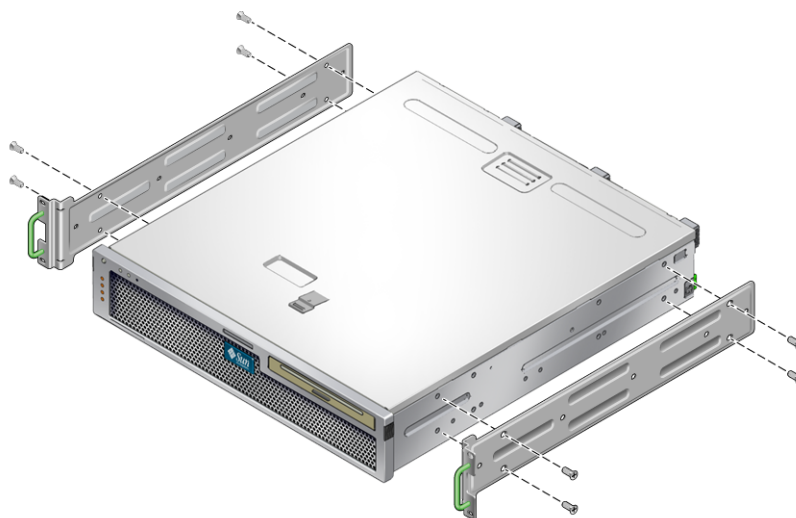

図 3-7 サーバーへのハードマウント固定部品の固定
2. 付属の M5×8 mm プラス皿頭ねじを 4 本ずつ使用して、各ハードマウント固定部品をサーバーの側面に固定します (図 3-7)。